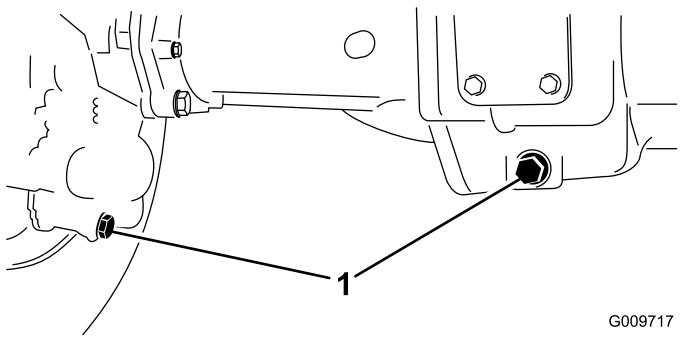

Bild 85
2. Reinigen Sie den Bereich um die drei Ablassschrauben, d. h. jeweils eine an jedem Ende und eine in der Mitte (**Bild 85**).